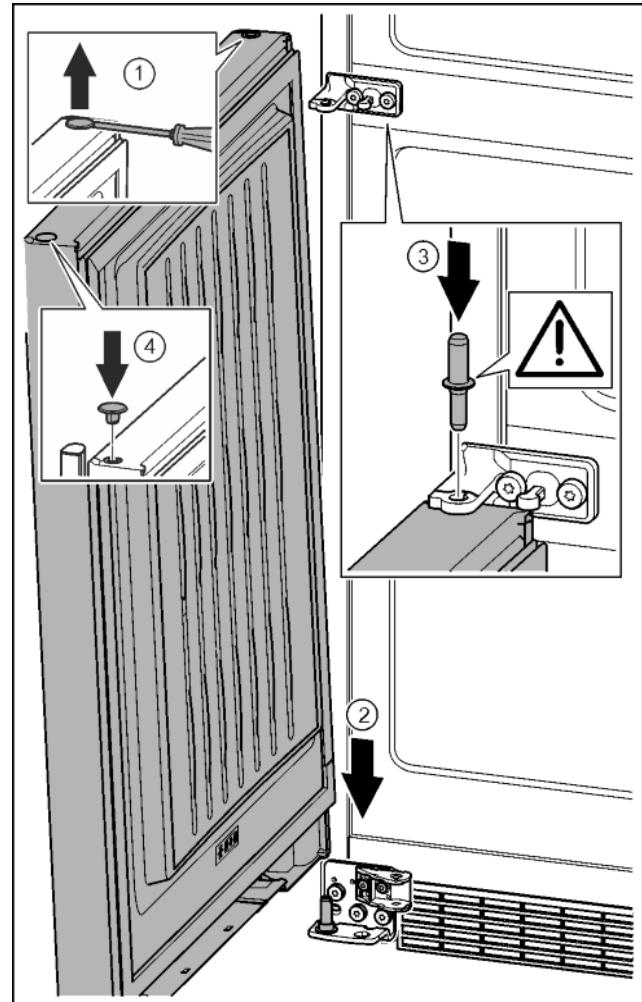

Fig. 33
- Осторожно приподнять шлицевой отверткой заглушку и извлечь ее. *Fig. 33 (1)*
- Установить дверь сверху на нижний опорный палец. *Fig. 33 (2)*
- Вставить средний опорный палец через средний опорный кронштейн в нижнюю дверь. При этом следить за тем, чтобы выступ фиксатора был направлен назад. *Fig. 33 (3)*
- Заглушку снова вставить с другой стороны. *Fig. 33 (4)*